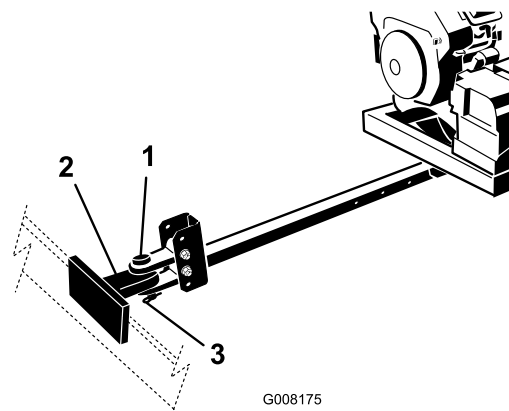

Figure 5
- Accouplez le dispositif d'attelage du souffleur à celui du véhicule tracteur à l'aide de la goupille et de la chape d'attelage (Figure 5).